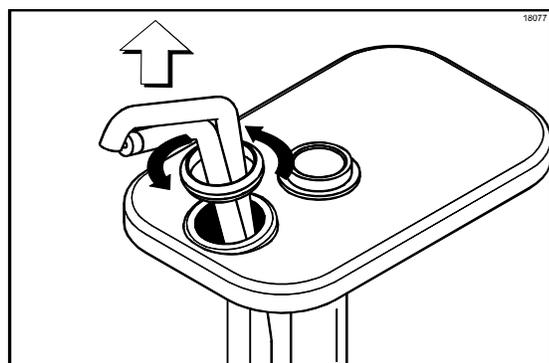

图 78
9. 沿逆时针方向转动以取下排放管锁紧旋钮，将其取下。(见图 78。)